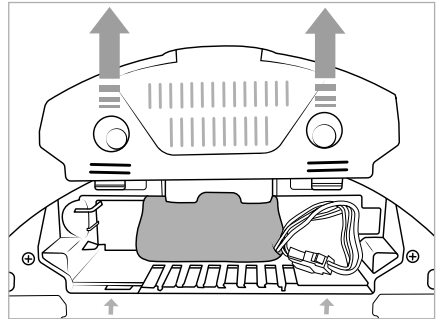

Abb. 26
- 1) Ziehen Sie die Akkufachabdeckung **17** vom Gerät ab (siehe Abb. 26).